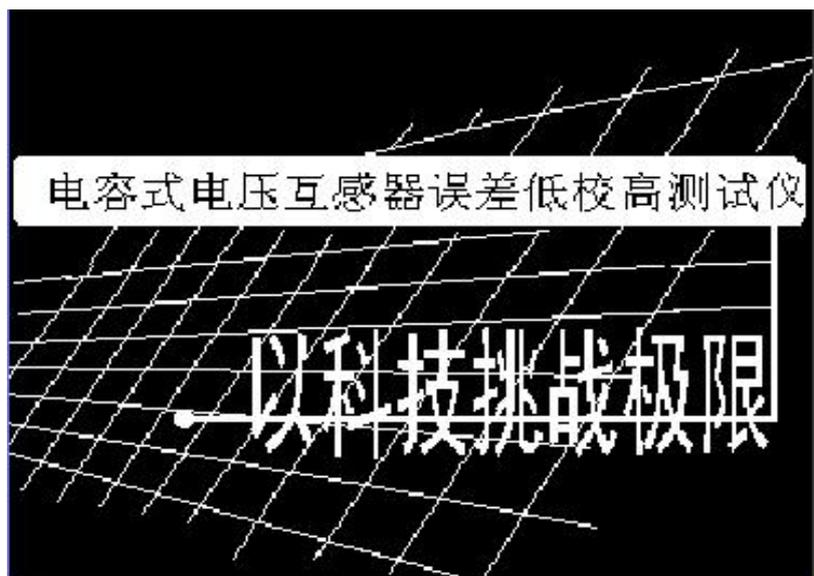

图 7-1 测量主界面
1. 给仪器上电并开机，仪器的显示屏会出现如图 7-1 所示的主界面，按下‘确定’键后仪器进入图 7-2 所示的主菜单。按下键盘的上下箭头键，显示板的黑色框上下移动，用户可根据自己的需要选择相应的功能。